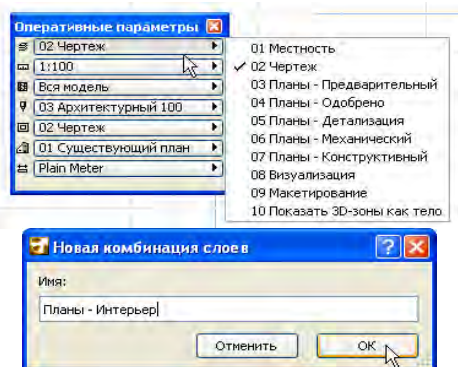

Рис. 18
2. Воспользуйтесь всплывающим меню **Комбинации слоев** в панели **Оперативные параметры** (рис. 18).